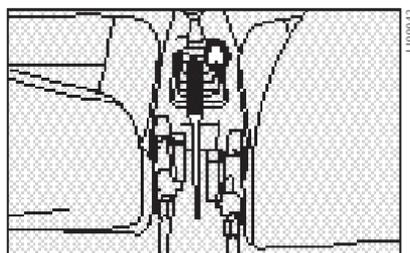

fig. 1
**FREIO DE MÃO fig. 1**
- 1) Levantar levemente a alavanca e apertar o botão de desengate A-fig.1.
- 2) Manter apertado o botão e abaixar a alavanca. A lâmpada-piloto (C) apaga-se.